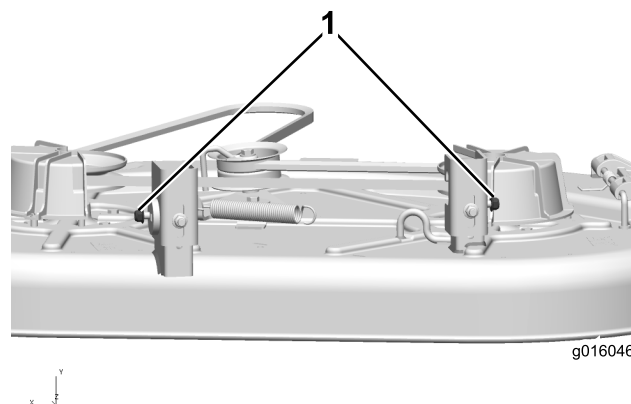

Figure 1
1. Desserrez, mais ne retirez pas, l'écrou à embase à l'extérieur de chaque support de suspension à l'arrière du plateau de coupe (voir Figure 1).